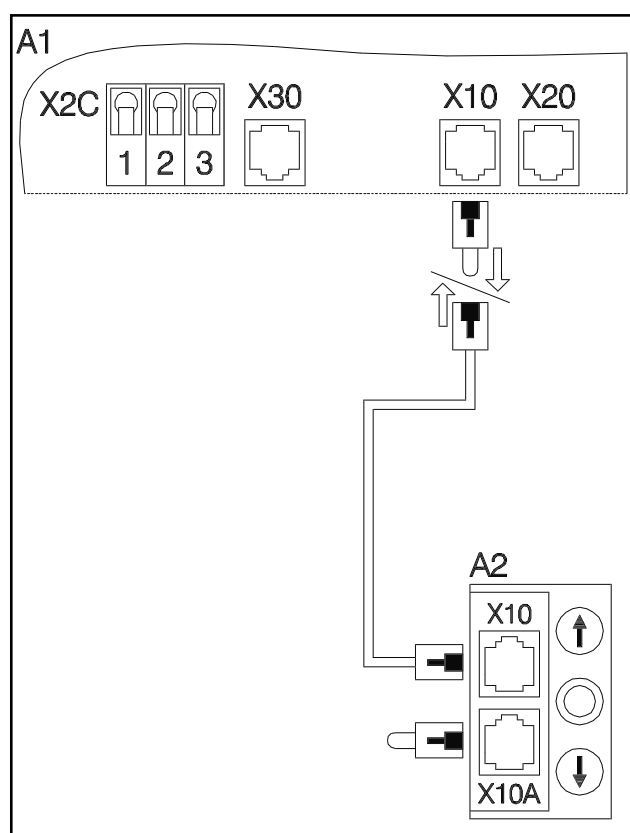

Рис. 4: Подключение мембранного переключателя
- Соедините мембранный переключатель с устройством управления, как показано на рис. 4